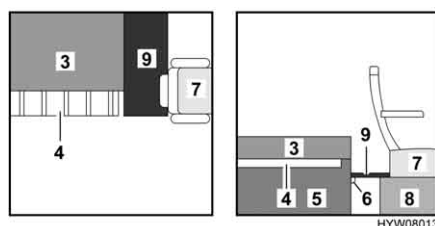

Fig. 102 Durante la trasformazione
- Tirare il cuscino del divano (Fig. 102,3) in avanti.
- Inserire la prolunga dei sedili (Fig. 102,9) nella rotaia (Fig. 102,6) sul cassone letto (Fig. 102,5) e lasciarla sulla console (Fig. 102,8) del sedile del conducente.